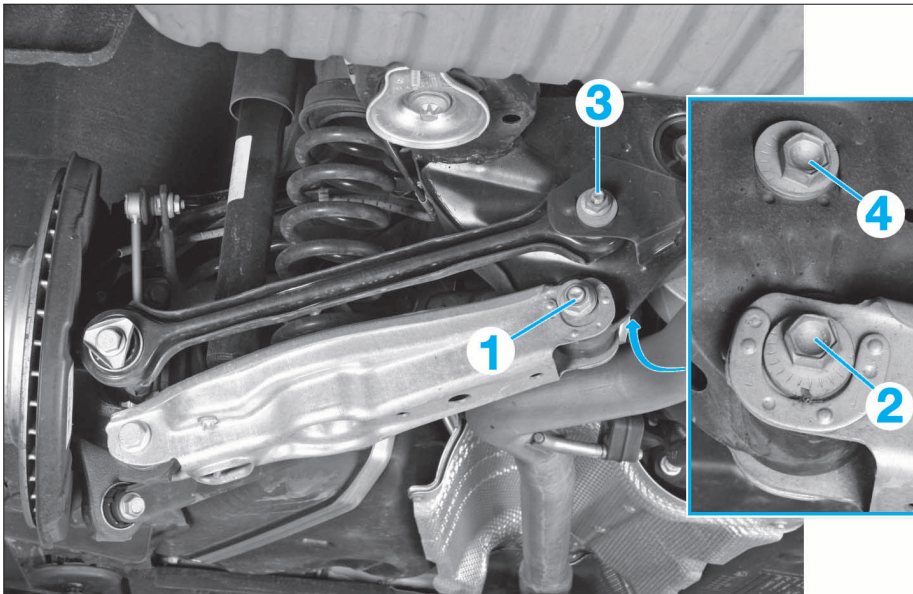

FIG. 7
- remplacer l'écrou (1) et le serrer à 5 Nm (Fig.7)
- tourner la vis à excentrique (2) pour régler le carrossage sur la valeur de consigne
- serrer l'écrou (1).
- remplacer l'écrou (3) et le serrer à 5 Nm (Fig.7)
- tourner la vis à excentrique (4) pour régler le parallélisme sur la valeur de consigne
- serrer l'écrou (3).